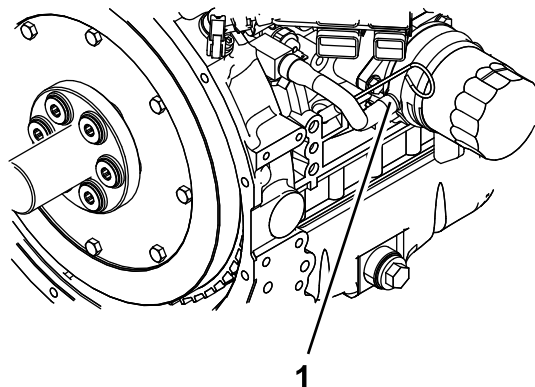

Figure 56
6. Retirez le flexible de liquide de refroidissement du refroidisseur d'huile et vidangez le liquide de refroidissement du bloc moteur (Figure 56).